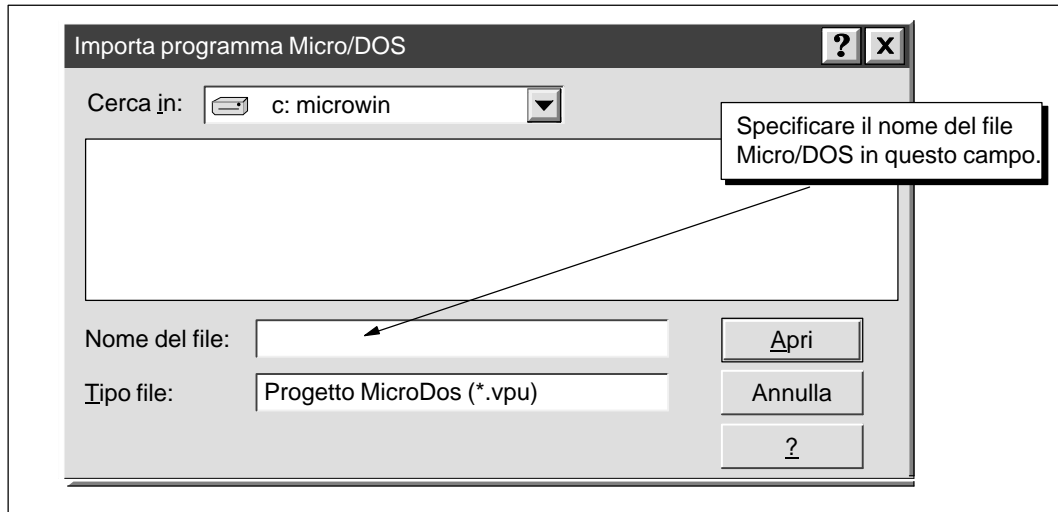

Figura E-3 Selezione del programma STEP 7-Micro/DOS
4. Per utilizzare la finestra di dialogo Importa programma Micro/DOS (vedere la figura E-3), selezionare la directory contenente il programma STEP 7-Micro/DOS che si vuole importare.
5. Fare doppio clic sul file STEP 7-Micro/DOS (o specificarne il nome), come indicato nella figura E-3.